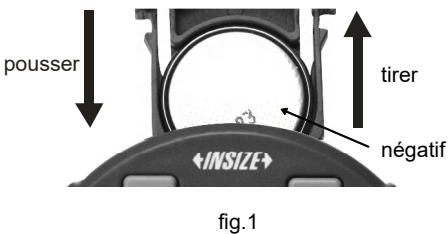

fig. 1
1. Installez et retirez la pile (CR2032), le pôle négatif de la pile doit être tourné vers l'extérieur (fig. 1).